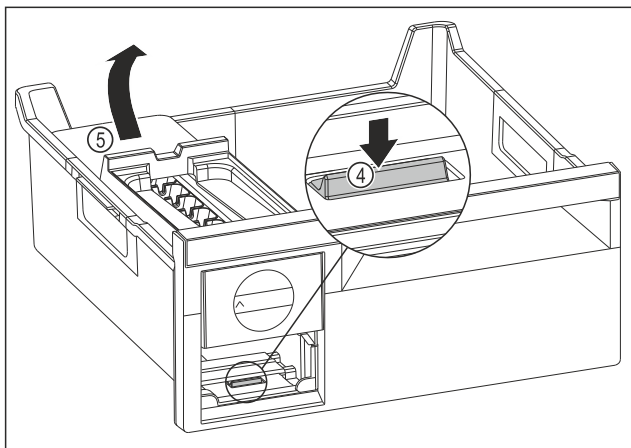

Fig. 111
- ▶ Vyjmutí korpusu EasyTwist-Ice: Lamelu *Fig. 111 (4)* zatlačte prstem směrem dolů a zároveň nadzvedněte druhou rukou korpus EasyTwist-Ice *Fig. 111 (5)* zezadu.